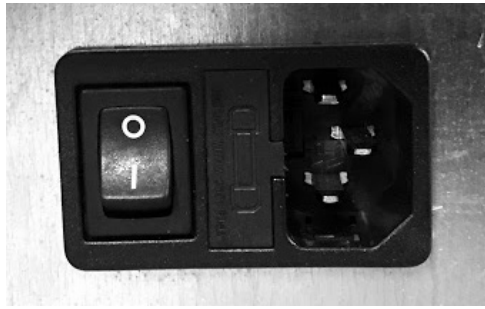

Fig. 74 - Elektrische Steckdose mit Hauptschalter
- Die Seite öffnen und aus den Pins aushängen (siehe **Fig. 74**).